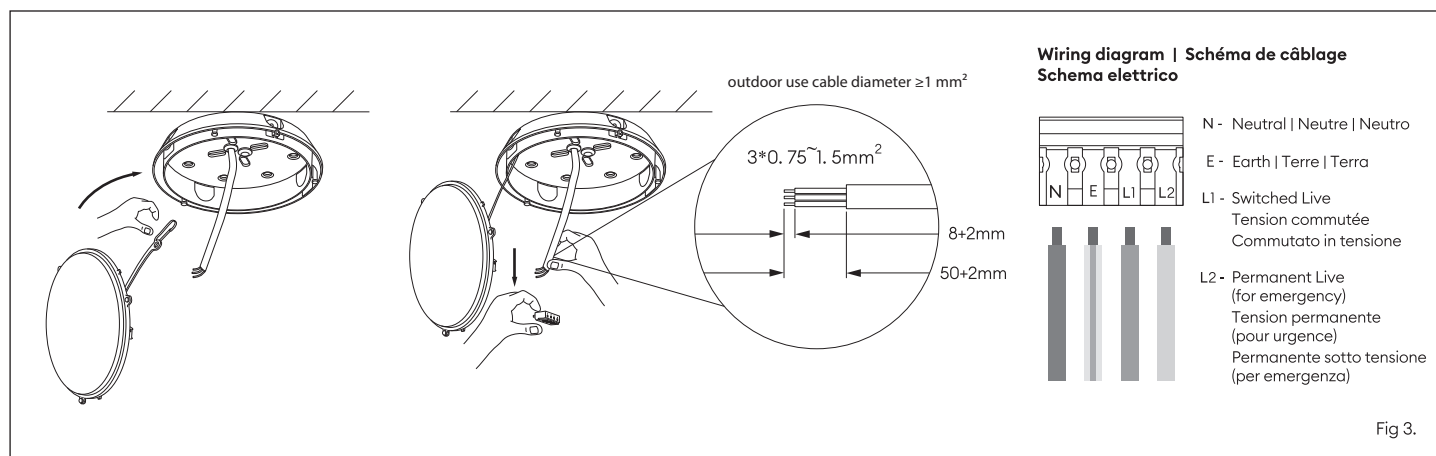

Fig 3.
6. Attach the tether cable from the light source/gear tray onto the housing and plug in the remaining cables (fig 3)
6. Attachez le câble de fixation de la source lumineuse/plaque d'adaptation au boîtier et branchez les autres fils (fig. 3).
6. Collegare il cavo di collegamento dalla sorgente luminosa/dal vassoio dell'apparecchio all'alloggiamento e collegare i cavi rimanenti (fig. 3).